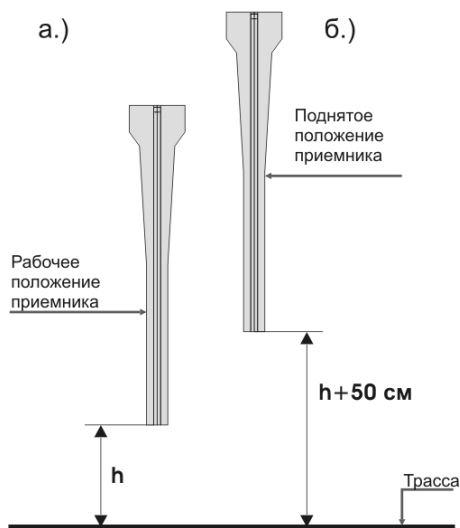

Рисунок 9.3. Положение приемника при настройке глубины залегания трассы.
1. **«Приемник в МАХ и нажмите «Ok»»** - установите приемник вертикально в отмеченную точку над трассой (рисунок 9.3.а.), нажмите . Настройка продлится 5 секунд.
2. **«Поднимите приемник и нажмите «Ok»»** - поднимите вверх приемник над отмеченной точкой на 50 см строго вертикально (рисунок 9.3.б.), нажмите